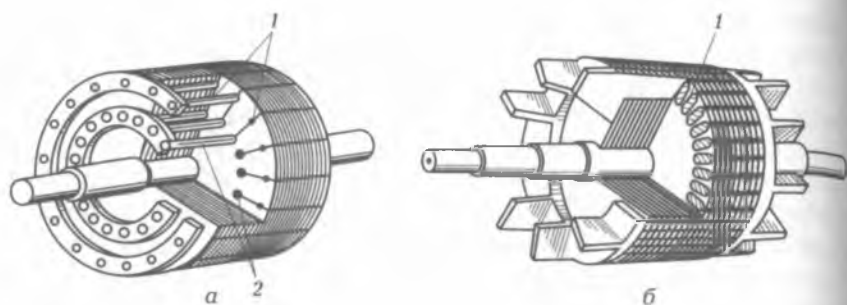

Рис. 7.10. Конструкции ротора двигателей с улучшенными пусковыми свойствами:
**Использование двигателей с улучшенными пусковыми свойствами.** Стремление совместить достоинства асинхронных двигателей с короткозамкнутым ротором (высокая надежность) и фазным ротором (большой пусковой момент) привело к созданию двигателей с улучшенными пусковыми свойствами. Они имеют короткозамкнутую обмотку ротора специальной конструкции. Различают двигатели с обмоткой ротора в виде двойной «беличьей клетки» (рис. 7.10, *а*) и с глубоким пазом (рис. 7.10, *б*).
У двигателя с **двойной «беличьей клеткой»** (см. рис. 7.10, *а*) на роторе закладывают две короткозамкнутые обмотки. Обмотка 1 играет роль пусковой, а обмотка 2 является рабочей. Для получения повышенного пускового момента пусковая обмотка должна обладать большим активным сопротивлением, чем рабочая обмотка, поэтому обмотка 1 выполняется из материала с повышенным удельным сопротивлением (латунь), чем обмотка 2 (медь). Сечение проводников, образующих пусковую обмотку, меньше, чем у рабочей обмотки. За счет этого повышается активное сопротивление пусковой обмотки.
Аналогичная картина наблюдается у двигателя с **глубоким пазом** (см. рис. 7.10, б). Глубокий стержень обмотки 1 можно представить в виде нескольких проводников, расположенных по высоте паза. За счет высокой частоты тока в обмотке ротора в момент пуска в ход происходит «вытеснение тока к поверхности проводника». За счет этого в создании пускового момента участвует только верхний слой проводников обмотки ротора. Сечение верхнего слоя значительно меньше сечения всего проводника, поэтому при пуске в ход обмотка ротора обладает повышенным активным сопротивлением, двигатель развивает повышенный пусковой момент. По мере разгона двигателя плотность тока по сечению проводников обмотки ротора выравнивается, сопротивление обмотки ротора снижается.